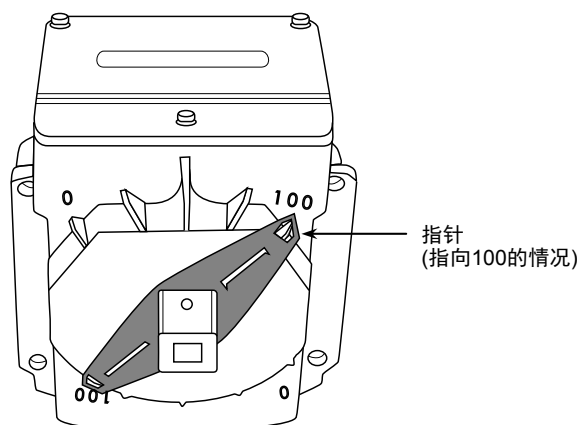

图5 执行器全开时的指针位置
- (3) 与阀门相同，请确认执行器开度处于全开(100%)。(出厂时被设定为全开位置)如图5所示，可通过执行器底部的指针确认开度。在将执行器调整到全开位置的情况下，请参照本说明书的[手动开/关的方法]章节。